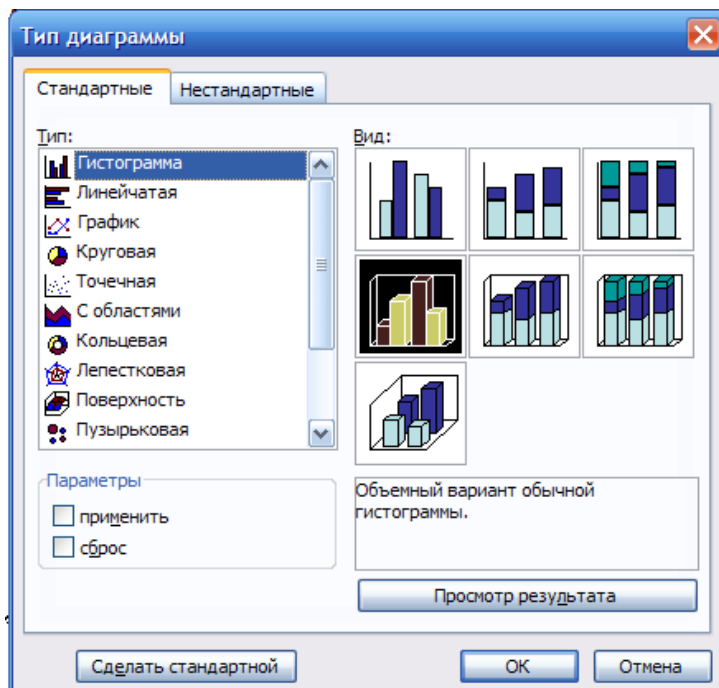

Рис. 6. Діалогове вікно Тип діаграм
3. Клацніть на елементі слайда лівою кнопкою, в якому повинна розміщуватися діаграма. Відкрийте діалогове вікно **Тип діаграм (Chart type)**, наведене на рис. 6.